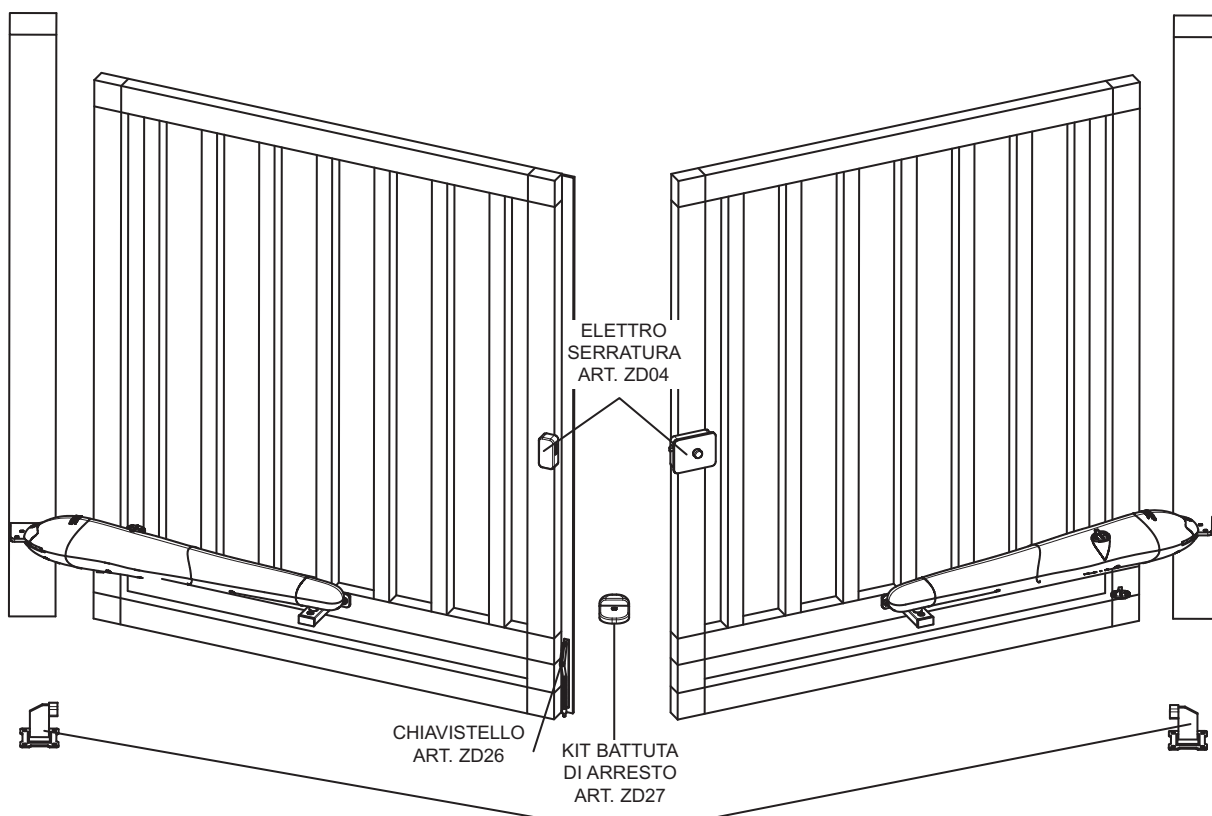

Fig. 9
- 8- L'attuatore è sprovvisto di fine corsa meccanici o elettronici. Per un corretto funzionamento inserire, nell'anta, dei fermi di arresto anta per determinare la corsa in apertura e chiusura - Fig. 9.
- 7) For a tight-fitting closure, the X value must be less than B – Fig. 9.